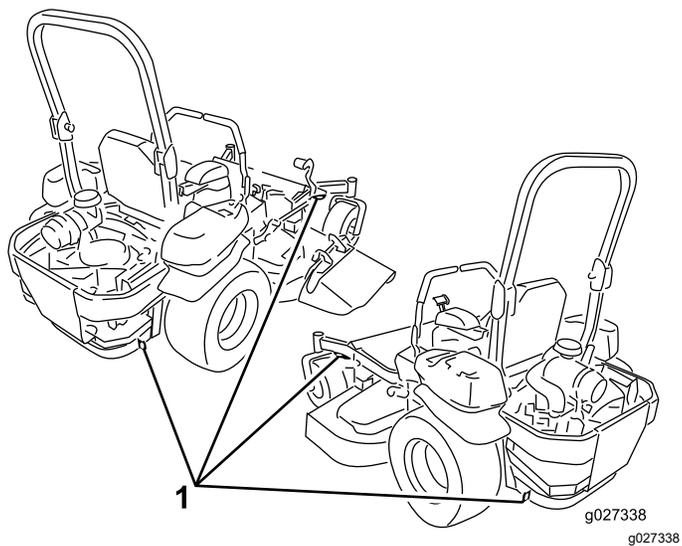

Рисунок 43
6. С помощью строп, цепей, тросов или канатов закрепите машину в точках, расположенных рядом с передними поворотными колесами и на заднем бампере (Рисунок 43). Изучите местные нормативные документы по требованиям к креплению оборудования.